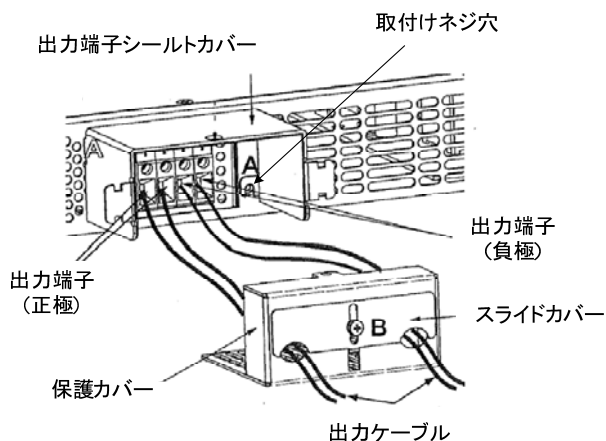

図 2-7 出力部保護カバー取付け
- (4) “A”の 2 つの筐体ネジを図 2-7 の示すとおり途中まで緩めます。
- (5) シールドカバーを筐体に取り付け、2 つのネジを締めて保護カバーを筐体に固定します。